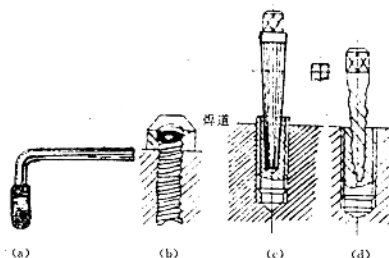

图 1-1 断头螺栓的拆卸
(1) 在螺栓顶端锯一个槽，用螺丝刀旋出。
(2) 把螺栓顶部两侧用钳工锉锉出平面，然后用扳手旋出。
(3) 在断头螺栓顶上焊上折角钢棍，旋转钢棍旋出螺栓，如图 1-1(a) 所示。
(4) 在断头螺栓上焊一个螺母，旋转螺母旋出断头螺栓，如图 1-1(b) 所示。
(1) 在螺栓端部钻一个小直径的孔，并用左旋螺纹丝锥攻丝，然后旋入左旋螺纹螺钉将原断头螺栓旋出。
(2) 在断头螺栓上钻孔，在孔中插入一个经淬火处理的圆锥杆（矩形断面或具有左旋螺纹槽的），打入孔壁内，再转动圆锥杆将断头螺栓旋出。如图 1-1(c)、(d) 所示。